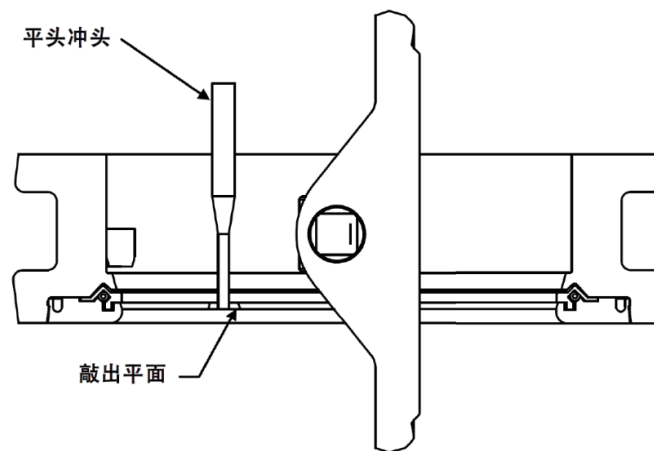

图 8. 密封压环敲出阀体
- 如图 8 所示，转动蝶板到开启位置。
- b). 将弹簧一端钩到一起，安装到密封圈的槽中（见图 8）。
- c). 如图 8 所示，将密封圈组件安装至阀体槽中。参见下文安装密封压环步骤。